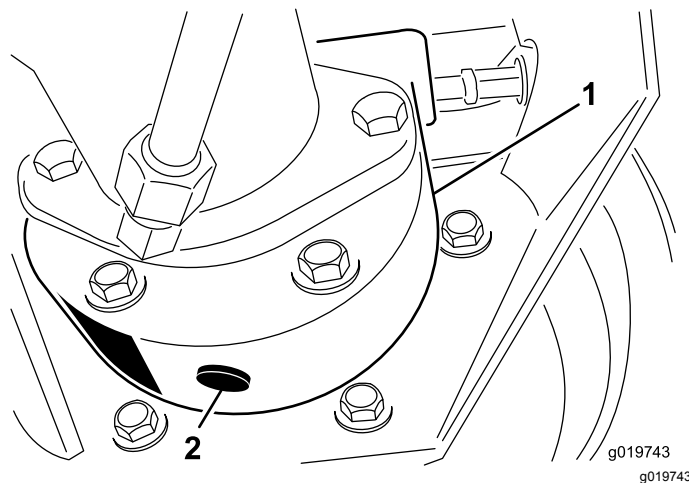

Figura 82
3. Mettete una bacinella sotto la scatola del freno, togliete il tappo di spurgo e lasciate defluire l'olio (Figura 82).